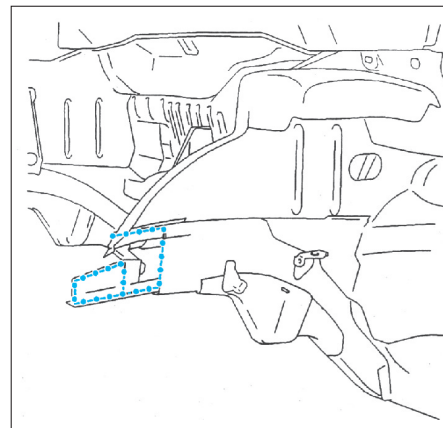

FIG. 33
- Par l'intérieur du brancard, positionner puis souder par cordons successifs au MIG, la partie AV du renfort de brancard (Fig.33).